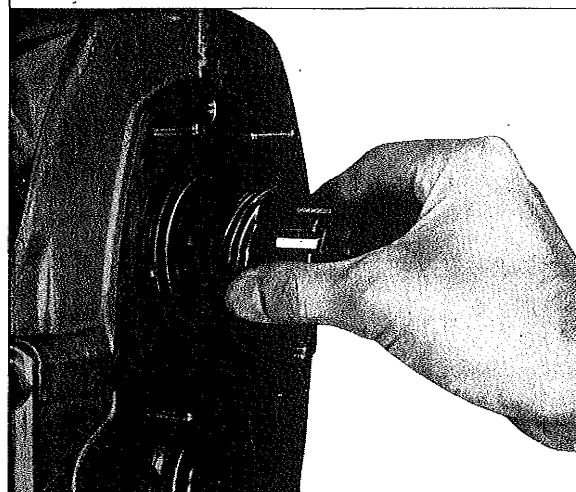

Fig. 52
2. Faire glisser la vis sans fin du tachymètre comme le montre la fig. 52 et emmatcher également la vis sans fin à l'aide de la douille „9“ jusqu'à ce qu'elle bute contre la bague intérieure.